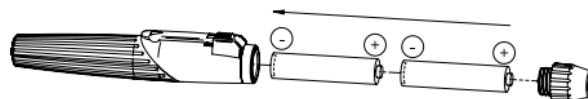

Fig. 3
Pour le mettre en place, dévisser la tête (3) au niveau de la poignée (1) et insérer deux piles alcalines (de type LR03/AAA/1,5V) (Fig. 3). Revisser ensuite l'élément de la tête.
Dévisser la tête (3) et la secouer pour faire sortir les piles usagées. Insérer des piles neuves avec le contact plus tourné vers la tête de la poignée (figure 3).